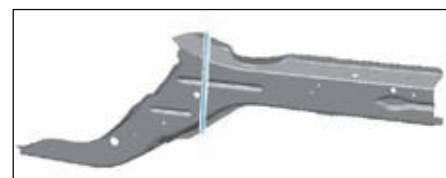
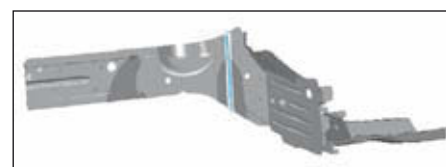

FIG.4
FIG.5
- Préparer les zones d'accostage et couper la nouvelle pièce (Fig.4) et (Fig.5).